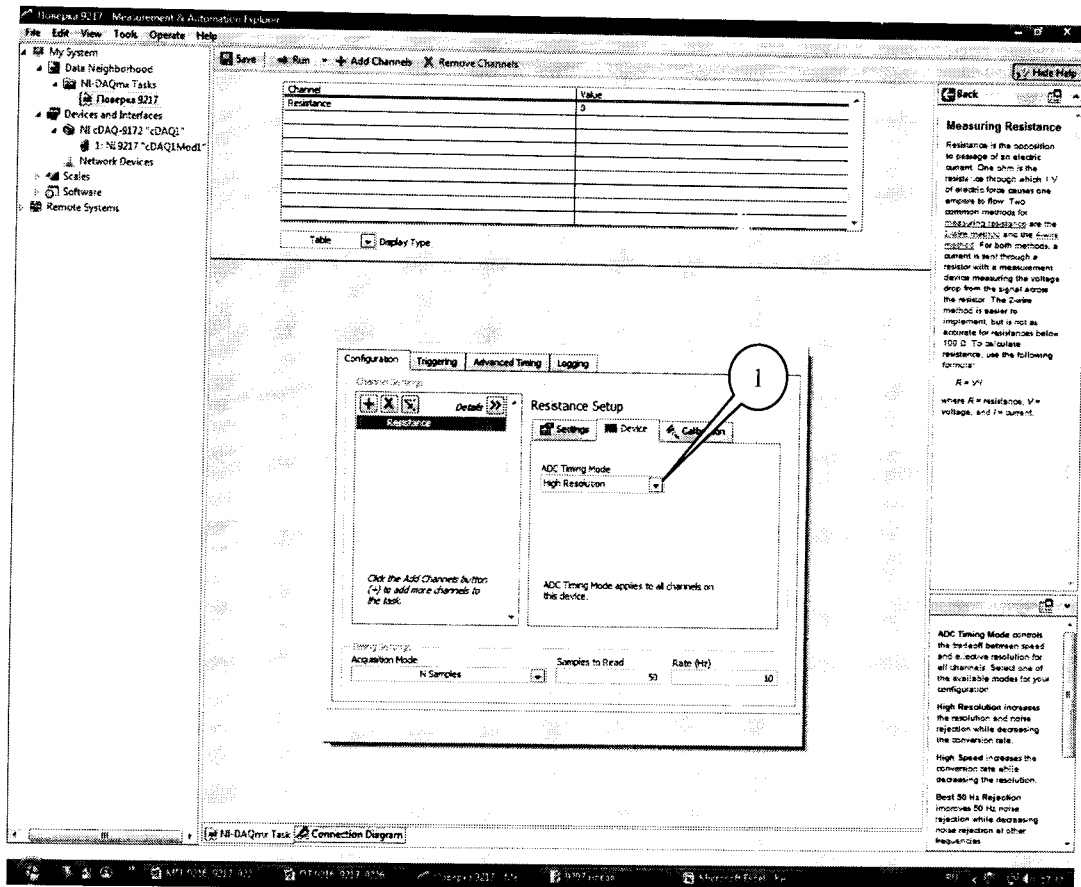

Рисунок 16.
7.4.8 Во вкладке «Device» (рисунок 16) в выпадающем меню выбрать режим высокого разрешения «High Resolution» (1). Выполнить операции по п.п. 7.4.4 - 7.4.7. Измеренные значения сопротивления заносить в столбец High Resolution таблиц 4 и 5.